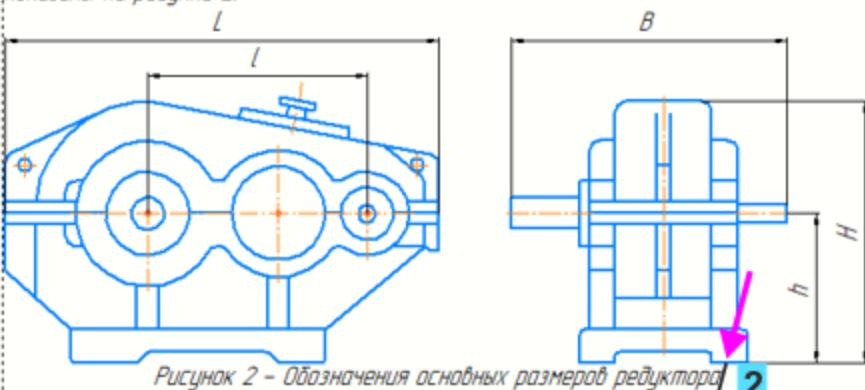

Рисунок 2 - Обозначения основных размеров редуктора
- Вставьте фрагмент перед подписью «Рисунок 2...». Для этого также укажите курсором место вставки.